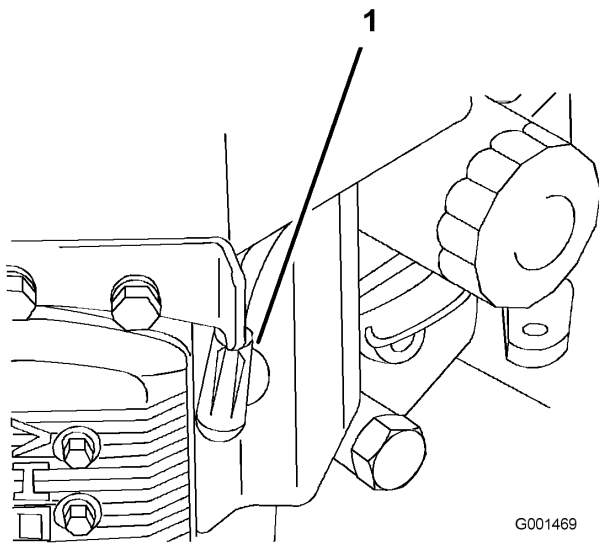

Figure 27
- Débranchez les bougies (Figure 27).